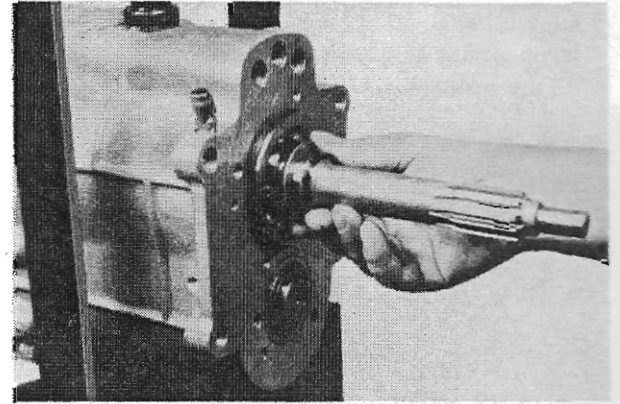

Abb. 57
5. Eine Ausgleichsscheibe (202) so auswählen, daß der Sicherungsring (201) stramm in der Radialnut der Antriebswelle sitzt. Ausgleichsscheibe (202) und Sicherungsring einsetzen (Abb. 57).